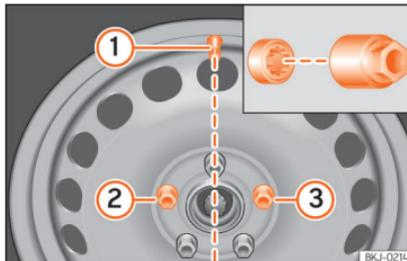

Fig. 36 Substituição da roda: válvula do pneu ① e local de montagem do parafuso de roda antirroubo ② ou ③.
Nas rodas com tapacubos integrais, o parafuso de roda antirroubo tem de estar enroscado nas posições »» Fig. 36 ② ou ③, tomando como referência a posição da válvula do pneu ①. Caso contrário, não será possível montar o tapacubos.